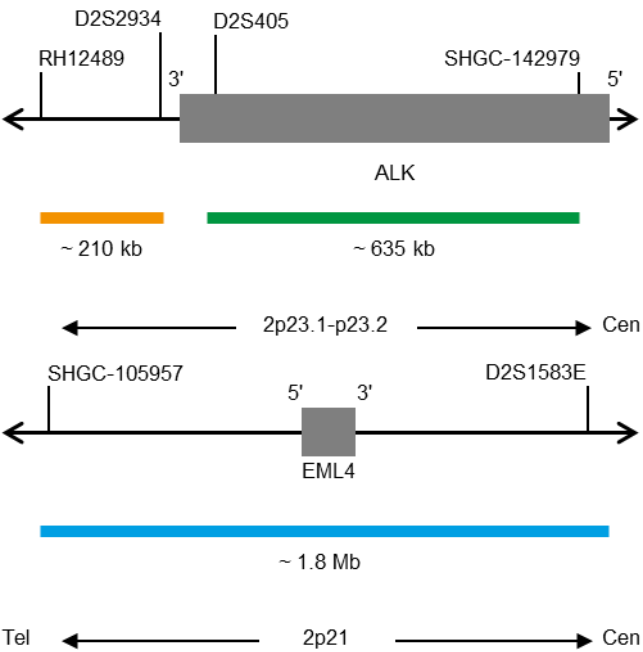

Fig. 1. arriba: mapa de la sonda SPEC AKL, abajo: mapa de la sonda SPEC EML4 (no está a escala)
- Polinucleótidos marcados en verde (excitación a 503 nm/emisión a 528 nm) ZyGreen (~10,0 ng/μl), dirigidos a secuencias localizadas en 2p23.1-p23.2* (chr2:29,460,144-30,095,822) proximales a la región del punto de ruptura de ALK (ver Fig. 1).
- Polinucleótidos marcados en naranja (excitación a 547 nm/emisión a 572 nm) ZyOrange (~4,5 ng/μl), dirigidos a secuencias localizadas en 2p23.2* (chr2:29,174,204-29,383,335) distales a la región del punto de ruptura de ALK (ver Fig. 1).